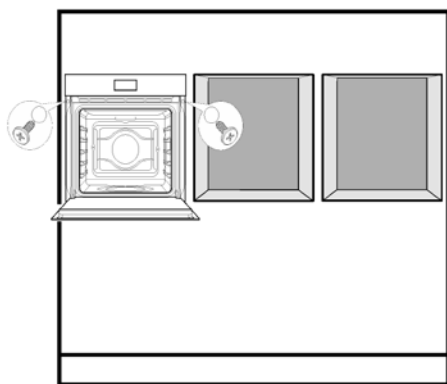

Рис. 2
3. Если в комплект кухонной техники **входит духовой шкаф на 60 см**, его устанавливают первым, центрируют и крепят к мебели. (Рис. 2).